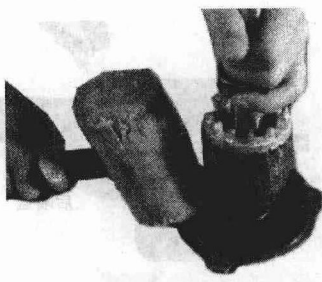

图 1-15 取下后端盖
- 7) 取下后端盖。用木锤均匀敲打后端盖四周，即可取下，如图 1-15 所示。